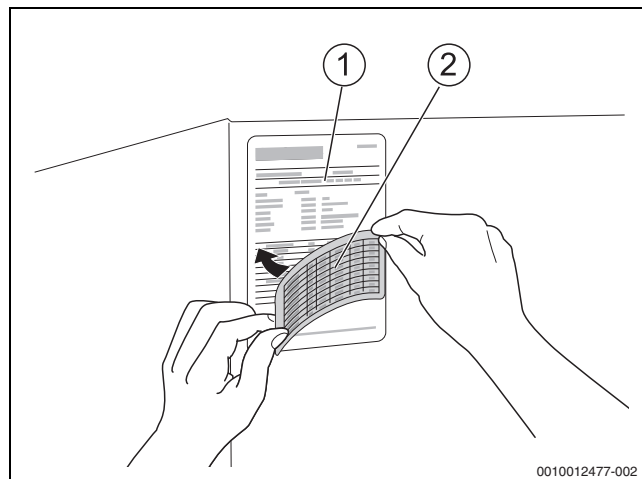

Fig. 29 Mettre à jour la plaque signalétique en cas de conversion à l'intérieur des groupes de gaz naturel et pour le gaz liquide (pas pour la variante LowNOx)
- Coller sur la plaque signalétique de la chaudière (→ fig. 29, [1]) l'autocollant fourni (→ fig. 29, [2]) pour le type de gaz livré et en fonction du diaphragme.